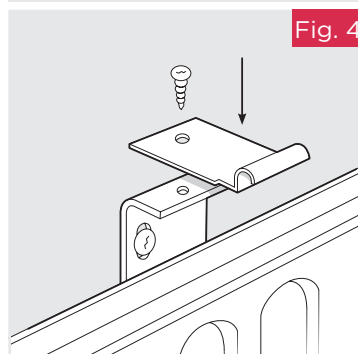

Fig. 4
ÉTAPE 5 : Placez le radiateur sur les supports inférieurs, puis ajustez chaque support de fixation à la partie supérieure du radiateur et fixez-les avec les vis auto-taraudeuses fournies. - voir Fig. 4.